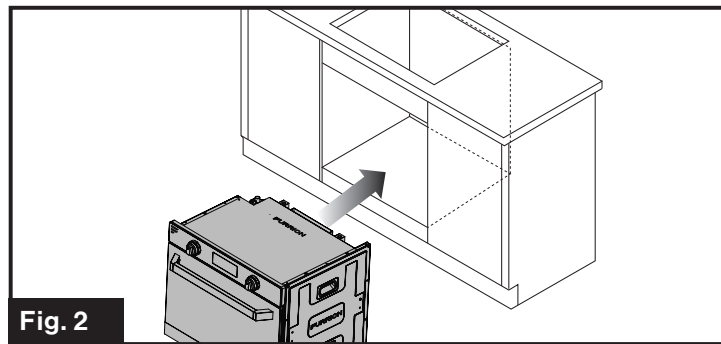

Fig. 2
1. Extraiga el horno de su empaque y deslícelo hacia adentro de la abertura en el armario. (Fig. 2)